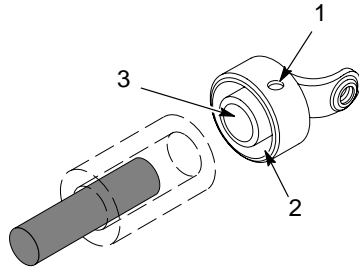

Figura 3-2 Abrazadera de la pistola
Ver la figura 3-2. La abrazadera de la pistola para montaje en barra puede aceptar barras de pistola con un DE de 1¹/₄-pulg. (2) o ⁵/₈-pulg. (3). Introducir una llave hexagonal de 2,5 mm a través del orificio para tornillo de ajuste (1) para apretar la abrazadera en una barra de pistola con un DE de ⁵/₈ pulg.